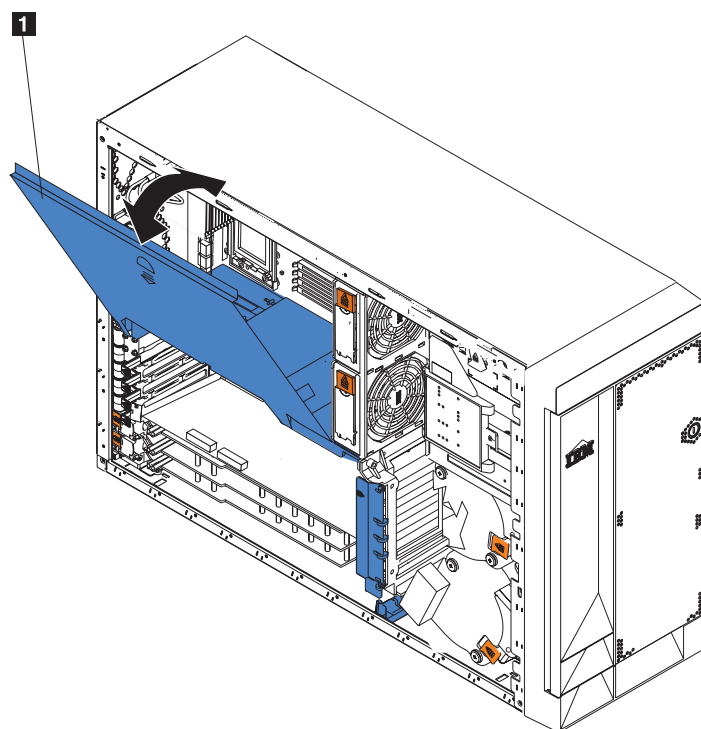
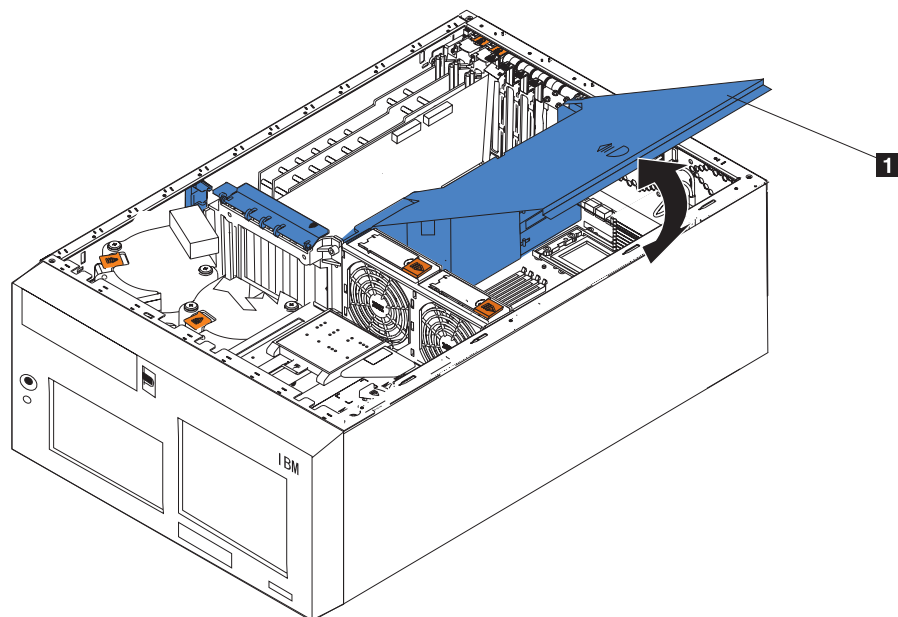

図 81. エア・バッフル・アセンブリー・カバーのオープン (モデル 25T)
図 82. エア・バッフル・アセンブリー・カバーのオープン (ラック・マウント変換機構付きモデル 25T)
4. 図 81 および 171 ページの図 82 に示されたエア・バッフル・アセンブリーのカバーを開きます。
3. エア・バッフル・アセンブリー上のカバーをオープンします。イラストについては、170 ページの図 81 および 171 ページの図 82 を参照してください。
3. エア・バッフル・アセンブリー上のカバーをオープンします。(170 ページの図 81 および 171 ページの図 82 を参照)。